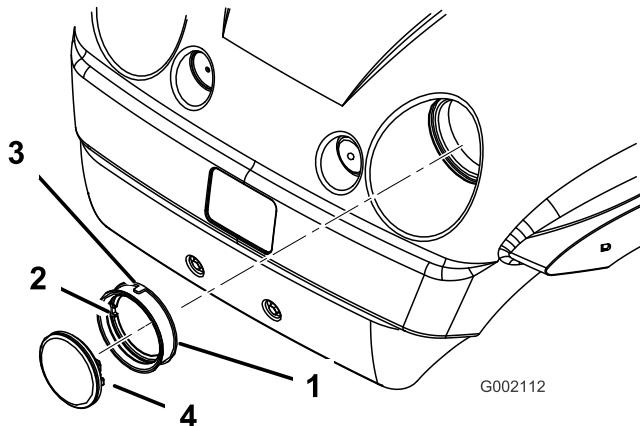

Figura 40
4. Retire o vedante de borracha que rodeia o farol (Figura 40). Deite fora o farol.
5. Alinhe o encaixe que se encontra no interior do vedante com o encaixe do novo farol (Figura 40). Monte o vedante no farol de forma a ficar bem encaixado.